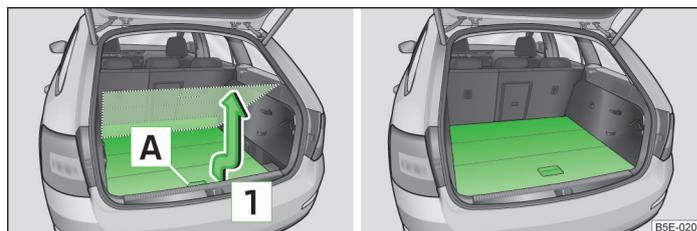

Abb. 96 Variablen Ladeboden in obere Position einstellen / variabler Ladeboden in oberer Position
- Den hinteren Teil des variablen Ladebodens am Griff **A** » Abb. 96 fassen.